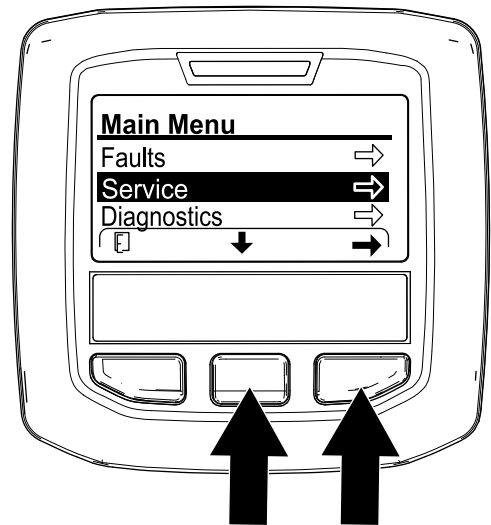

图 130
2. 在 InfoCenter 信息中心内导航至 MAIN MENU 主菜单图 130。